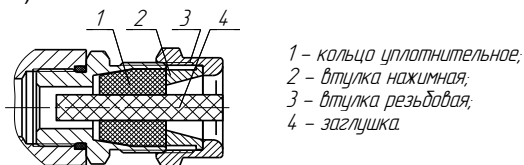

Рисунок 5
3.4.5 Для монтажа должен применяться кабель круглого сечения диаметром от 5 мм до 12 мм для кабельного ввода D12. Диапазон допустимых наружных диаметров монтируемого кабеля указывается на торцевой поверхности кольца уплотнительного 1 (рисунок 5).